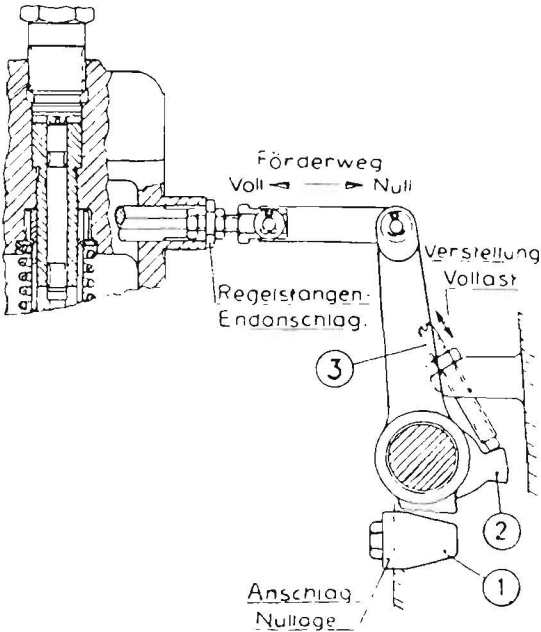

Bild 12 Einstellen der Regelstange des Reglers
Die Bewegung der Regelstange wird durch Anschläge begrenzt (Bild 12). Die Nullstellung wird durch das Anschlagblech (1) und das Anschlagstück (2) festgelegt und ist nicht veränderlich. Die Zapfenschraube (3) begrenzt die mittels Fußhebel einstellbare Vollastfördermenge.